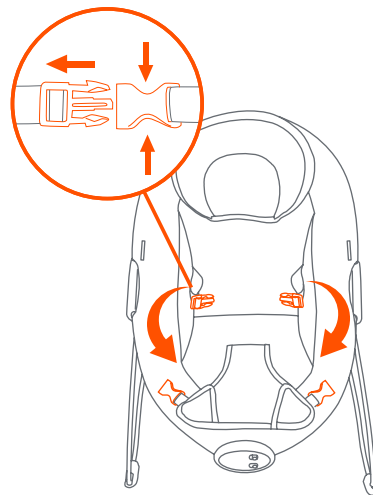
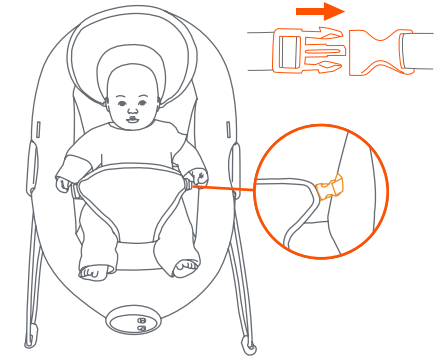
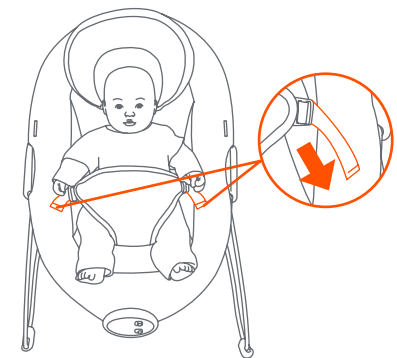

Fig. 14a
Fig. 14b
Fig. 14c
- 14) • If buckled, unbuckle the straps on each side of the seat restraint (Fig. 14a). Carefully place the child in the bouncer seat and buckle the straps (Fig. 14b). Adjust the straps so that the restraint fits the child snugly (Fig. 14c).
- Si está abrochado, desabroche las correas a cada lado del cinturón de seguridad (Fig. 14a). Coloque al niño cuidadosamente en el asiento del rebotador y abroche las correas (Fig. 14b). Ajuste las correas de modo que el cinturón sujete firmemente al niño (Fig. 14c).
- Si bouclé, débouclez les sangles de chaque côté du harnais de siège (Fig. 14a). Placez soigneusement l'enfant dans le siège de la sauteuse et bouclez les sangles (Fig. 14b). Réglez la longueur des sangles afin que le harnais soit étroitement ajusté sur l'enfant (Fig. 14c).